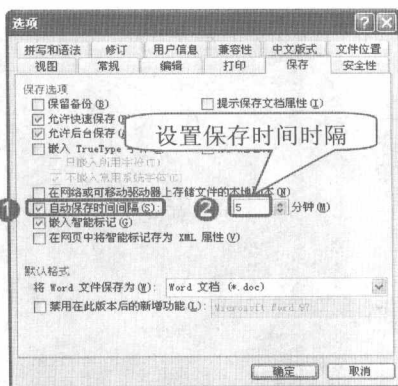

图 10-30 设置自动保存的时间
步骤② 单击“保存”选项卡, 选中“自动保存时间间隔”复选框, 在后面的数值框中设置一个时间 (如图 10-30 所示), 然后单击“确定”按钮使设置生效即可。